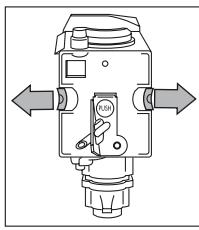

Fig. 44
- După intrare, verificați dacă ies cele două butoane roșii, altfel ușa de serviciu nu poate fi închisă (Fig. 44).